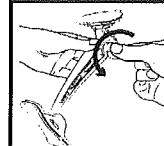
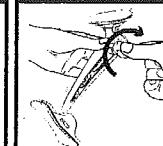

Fig. 3
Fig. 4
2. Duw de zuignap (A) stevig tegen de voorruit en duw de boom (B) in de richting van de zuignap om deze in positie te sluiten.
3. Pas de hoek van de draai arm aan door aan de knop (F) te draaien. Duw tegen de klok in om losser te maken (Fig.3) en met de klok mee om vaster te maken (Fig. 4).